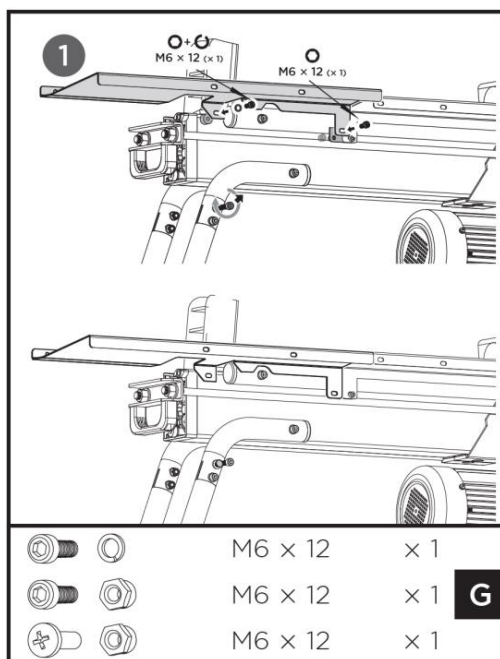

Fig. 7
3. Alignez les trous de montage du plateau à bûches 1 (f) avec les trous situés à l'arrière de la fendeuse. Insérez une vis à tête creuse M6x12 et une rondelle élastique (G) dans le trou de montage gauche et une vis à tête creuse M6x12 et un contre-écrou M6 (G) dans le trou de montage droit, puis serrez fermement les deux. Voir la figure 7.
4. Desserrez le boulon à tête creuse et l'écrou sur le côté gauche du cadre de support avant. Insérez l'extrémité ouverte du support 1 (c) sur le boulon et serrez l'écrou. Connectez l'extrémité supérieure du support 1 (c) au plateau à bûches 1 (f) avec une vis à tête cylindrique cruciforme M6x12 et un contre-écrou M6 (G), puis serrez. Voir la figure 7.